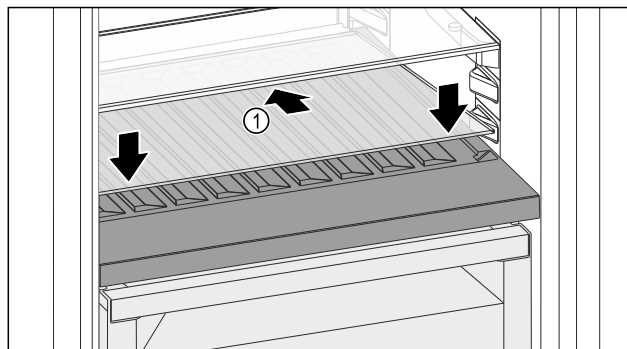

Fig. 194
- Posizionare il ripiano di vetro Fig. 194 (1) inclinato indietro e verso il basso.
- Abbassare la parte anteriore del ripiano di vetro Fig. 194 (1).